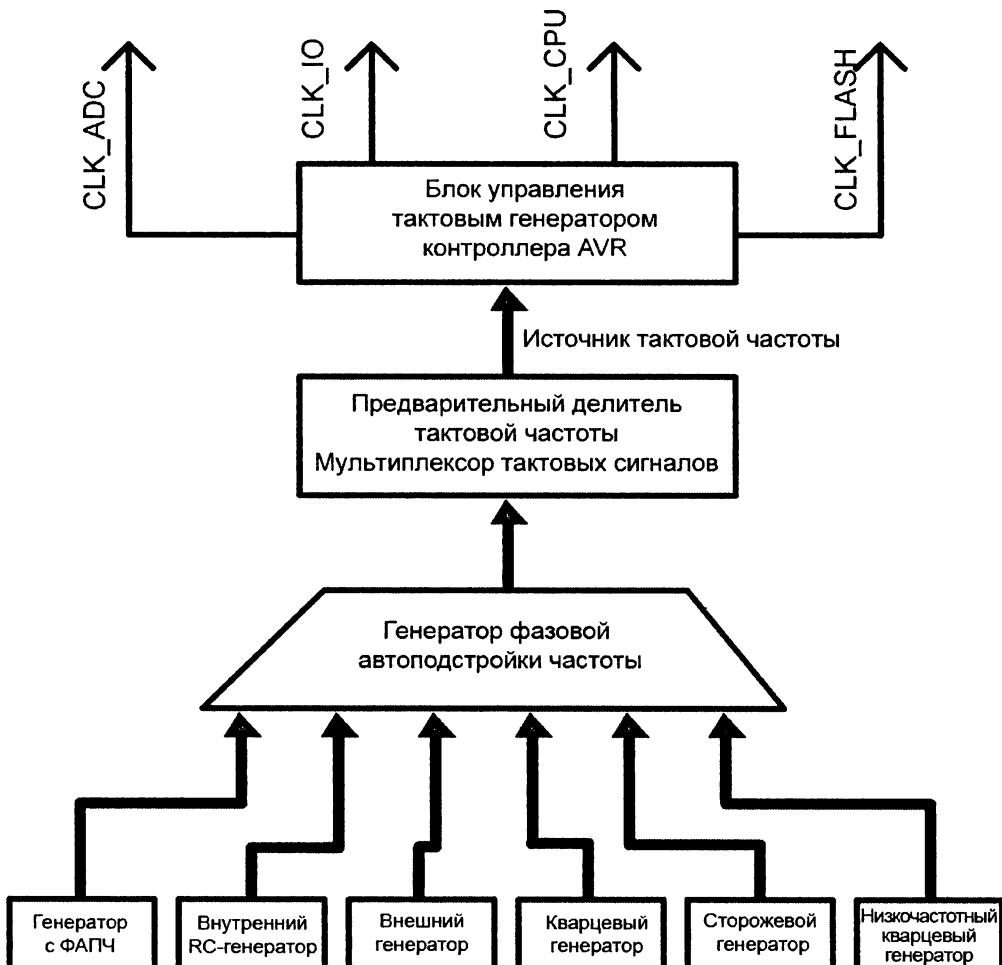

Рис. 1.9. Источники сигнала тактовой частоты
- CLK\_ADC — в отличие от других модулей ввода/вывода, АЦП получает отдельный тактовый сигнал, чтобы во время работы АЦП можно было прерывать другие тактовые сигналы (для снижения помех остальных цифровых цепей). Это позволяет получить более точные результаты аналого-цифрового преобразования. На рис. 1.9 показаны разные варианты подачи сигнала тактовой частоты.